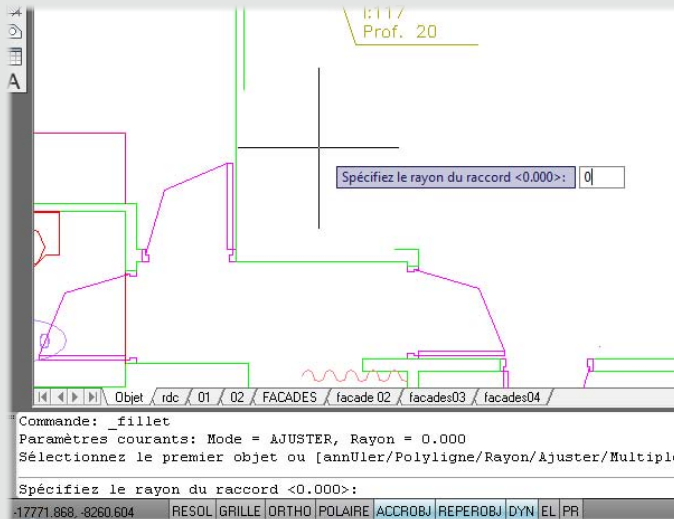

Figure 9
1. Activons l'outil Raccord, tapons **R** pour spécifier le rayon, puis entrons une valeur égale à 0 (voir Figure 9). Validons.